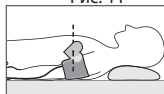

Рис. 12
2. Вы можете измерять давление и лежа на спине (рис.12). Смотрите на потолок, сохраняйте спокойствие и не двигайтесь во время измерения. Обязательно удостоверьтесь, что место измерения на плече находится приблизительно на том же уровне, что и сердце.